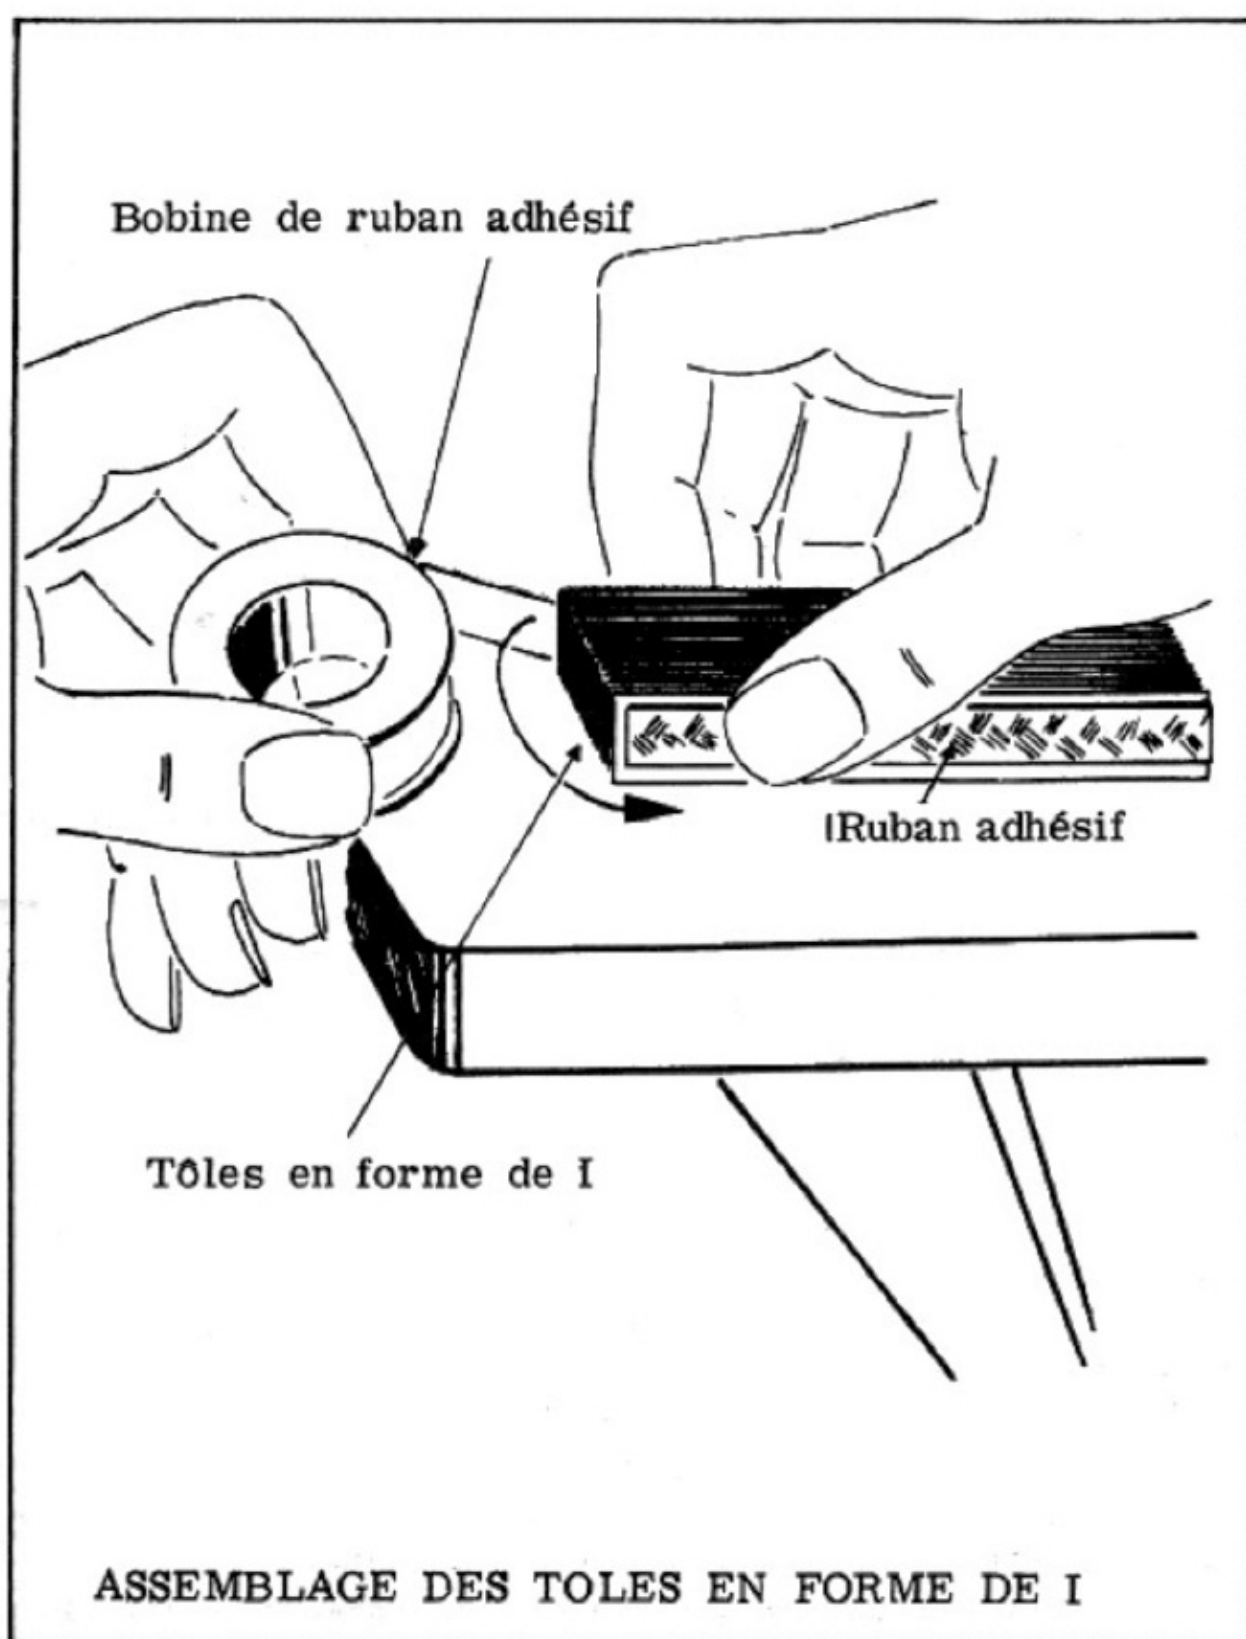

Figure 11
a) Disposez soigneusement, l'une près de l'autre les tôles en I et enroulez tout autour, comme le montre la *figure 11* deux ou trois tours de ruban adhésif à prélever sur la bobine fournie avec la troisième série de matériel.
b) Placez le paquet de tôles ainsi préparé sur la table, conformément à la *figure 11*.